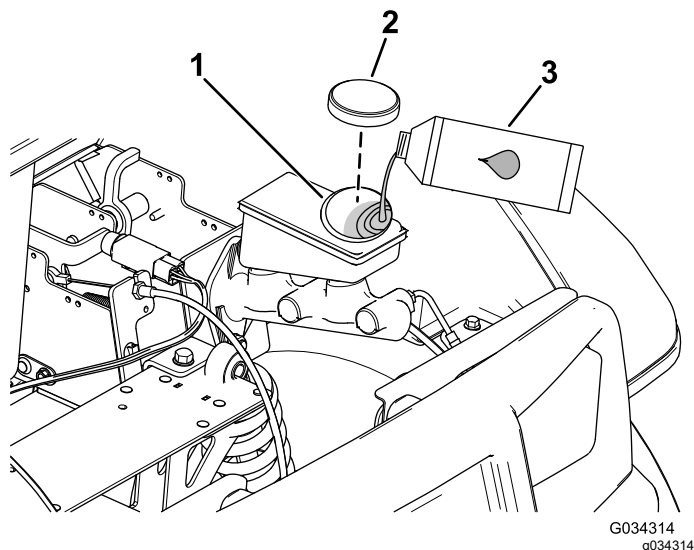

Figure 51
2. Soulevez le capot pour accéder au maître-cylindre de frein et au réservoir (Figure 51).
- A. Nettoyez la surface autour du bouchon du réservoir et enlevez le bouchon (Figure 51).
- C. Remettez le bouchon du réservoir (Figure 51).